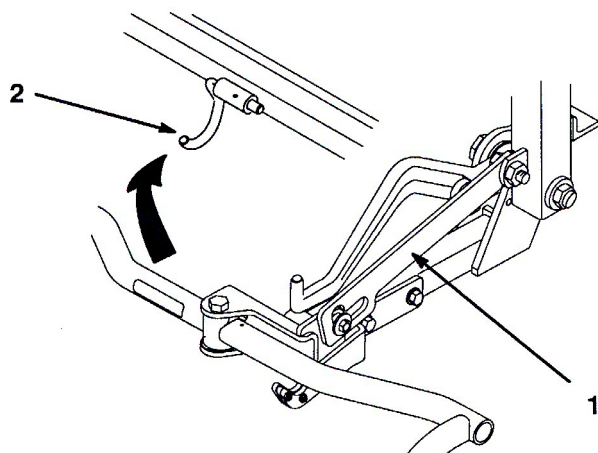

図 17
- C. リンクのスロット部を持ち上げてプル・フレームをワイヤ・フックに引っ掛ける (図17)。